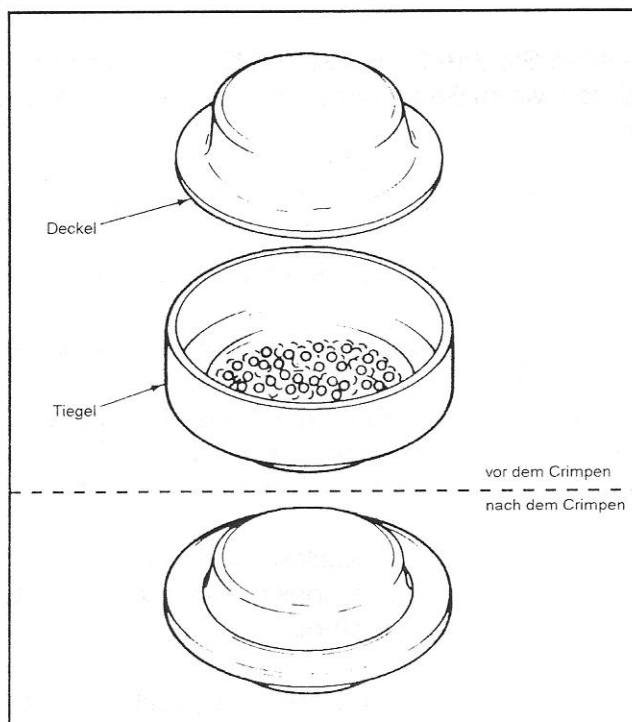

Abbildung 2.4 — Verdeckeln eines hermetischen Tiegels
4. Versehen Sie den Tiegel mit seinem Deckel (s. Abbildung 2.4) und stellen Sie ihn in den unteren Stempel der Presse.
Für die Durchführung quantitativer kalorimetrischer Messungen — und insbesondere für Reinheitsbestimmungen — an festen Proben sollte der Deckel mit seiner konkaven Seite nach oben (umgekehrt wie in Abbildung 2.4 gezeigt) eingelegt werden. Auf diese Weise wird weniger Luft in den Tiegel eingeschlossen und ein besserer Wärmeleitkontakt zwischen Tiegel und Probe hergestellt.